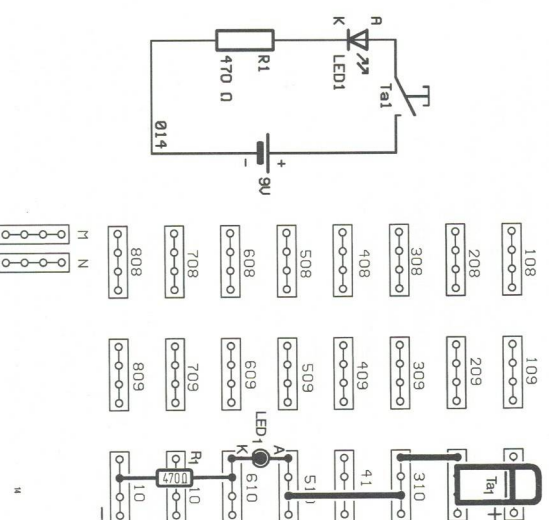
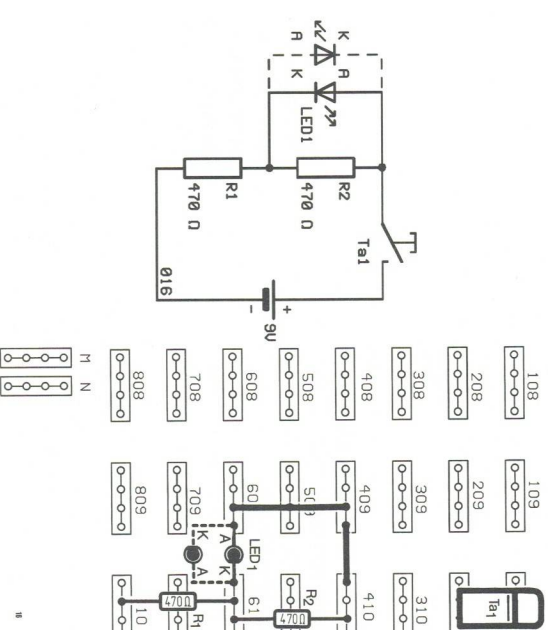

Bild 14. Strom-Starter: Erst ein Druck auf die Taste schließt den Kreis.
Bild 16. So leuchtet LED1. Aber umgedreht?
Wir bauen den Stromkreis nach Bild 14 auf und beobachten die Leuchtdiode. Solange Ta1 offen ist, bleibt sie dunkel. Durch Druck auf Ta1 wird der Kreis geschlossen. Nun leuchtet die Diode.
- 11** Wir erweitern unseren Stromkreis nach Bild 14 mit einem zweiten Widerstand (Bild 16). Die Leuchtdiode ist jetzt weniger hell. Nun schließen wir sie umgekehrt an. Jetzt bleibt sie ganz dunkel.